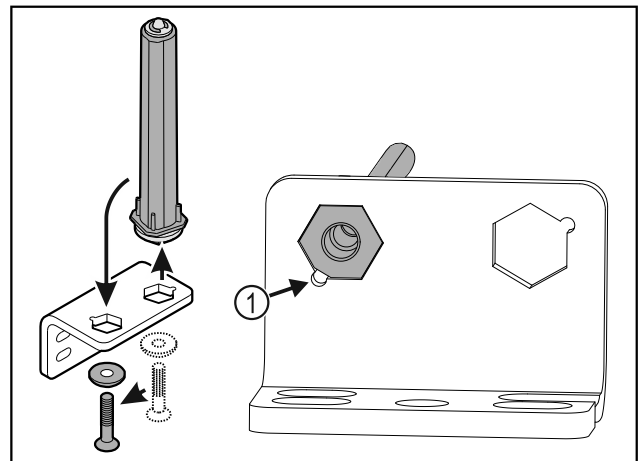

Fig. 39
- ▶ Dbejte, aby při vsazování ukazovalo zešíkmení čepu Fig. 39 (1) ke kulatému otvoru.